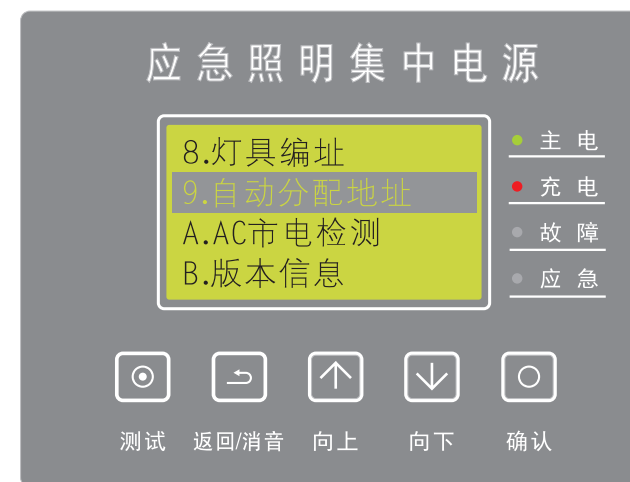

图5.17
(10)、自动分配地址：在主屏时，按【确认】键进入菜单，按【向上/向下】键选择【自动分配地址】（图5.17）按【确认】键进入。（注：每条回路所配接的灯具需携带灯具固有的UID码）